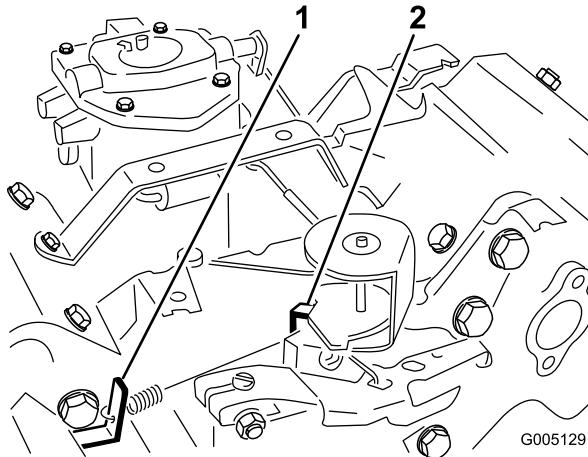

Bild 47
3. Biegen Sie den Anker-Federmitnehmer (Bild 47), um eine Leerlaufgeschwindigkeit von 1650 ± 100 U/min zu erzielen. Prüfen Sie die Motordrehzahl mit einem Drehzahlmesser.
5. Stellen Sie den Gasbedienungshebel auf Schnell". Biegen Sie den Federankermutter in der Vollgaseinstellung (Bild 47), bis Sie eine Vollgasdrehzahl von 2800 ± 50 U/min realisieren.